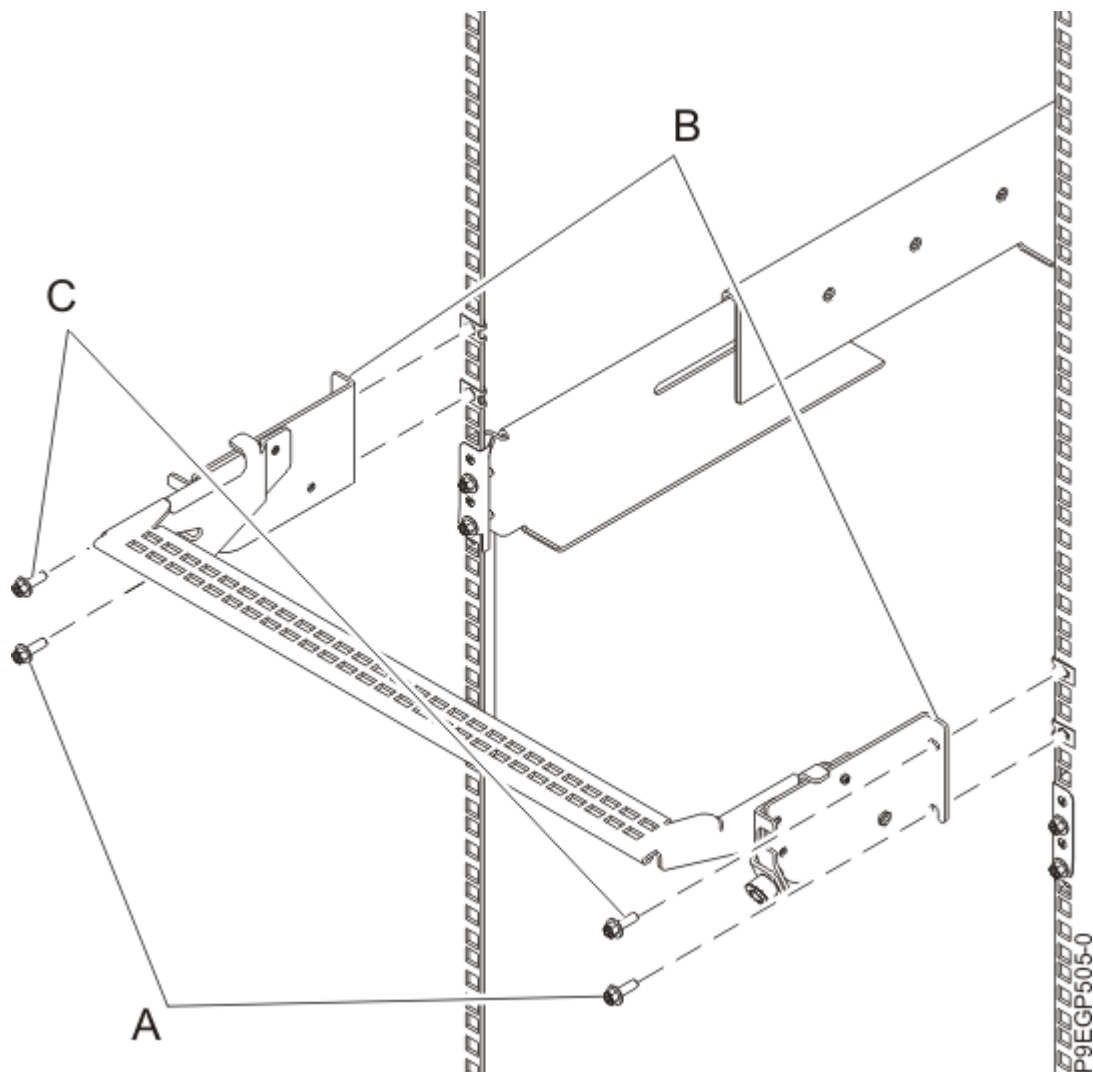

Figura 11. Instalando o Suporte para Organização de Cabos
- a. Na parte traseira do rack, aperte parcialmente dois parafusos M5 **(A)** diretamente acima dos grampos do trilho da gaveta onde as presilhas de encaixe estão instaladas. Esses dois parafusos se tornam os parafusos inferiores que suportam o suporte de gerenciamento de cabos no rack. Consulte Figura 11 na página 16.
- c. Alinhe o suporte para que seus flanges de montagem **(B)** se alinhem com os orifícios superiores nos flanges do rack, conforme mostrado em Figura 11 na página 16.